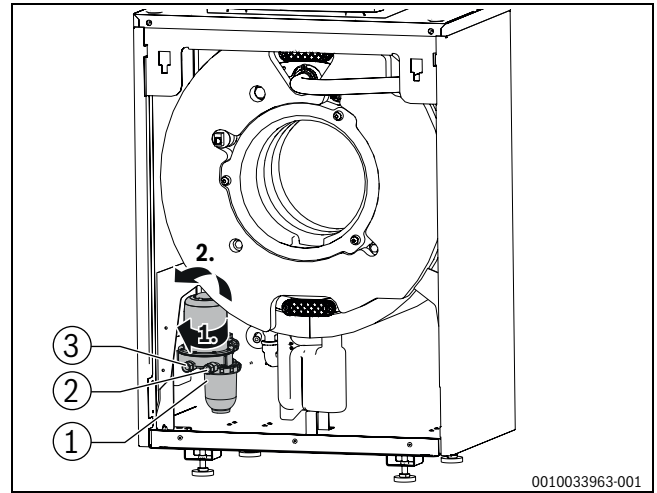

Bild 72 Ölfilter demontieren
- Ölfilter (→Bild 72, [1]) leicht nach vorne drehen; analog Schritt 1.